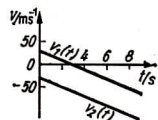

Bild 74
- 2.32  $\Delta s = t(|v_{02}| - |v_{01}|)$   $\Delta s = 300 \text{ m};$  Bild 74